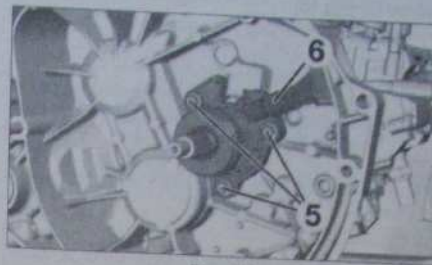

Fig. 14
- les vis (5) (Fig. 14),
- la butée hydraulique (6).